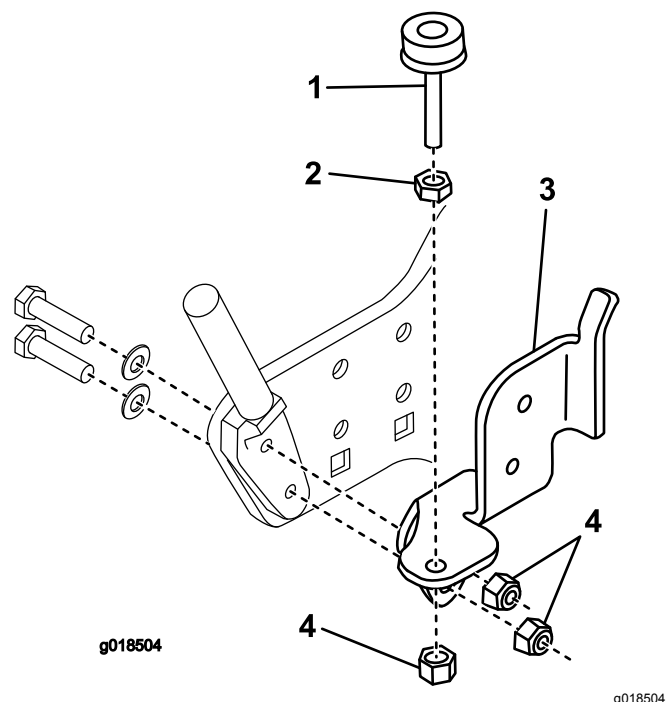

Рисунок 5
3. Закрепите штангу крепления корзины для травы на левой боковой плите 2 новыми болтами с резьбой по всей длине (5/16 x 1½ дюйма) и 2 ранее снятыми шайбами (Рисунок 5).
4. Наденьте левый кронштейн щетки на болт и закрепите его 2 контргайками (5/16 дюйма), как показано на Рисунок 5.
- Без затяжки закрепите винт регулировки уровня на кронштейне щетки зажимной гайкой (5/16 дюйма) и контргайкой (5/16 дюйма), как показано на Рисунок 5.